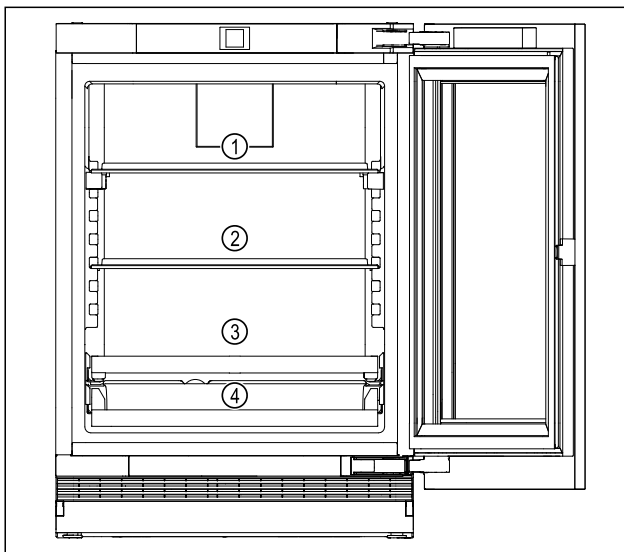

Fig. 5 Przykładowa prezentacja
- ▶ Górny obszar Fig. 5 (1): Przechowywać puszki, mniejsze butelki.
- ▶ Środkowy obszar Fig. 5 (2): Przechowywać puszki, mniejsze butelki.
- ▶ Dolny obszar Fig. 5 (3): Przechowywać puszki, mniejsze butelki.
- ▶ Półka na napoje (4): Przechowywać puszki, mniejsze butelki.